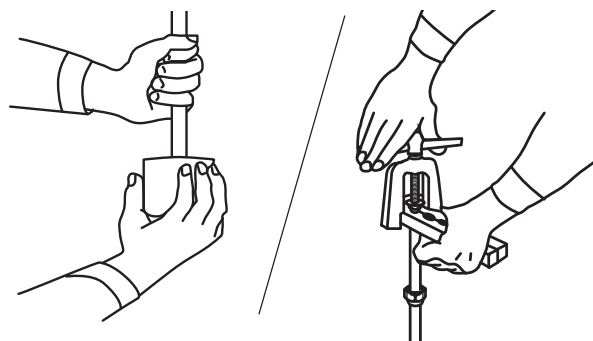

Figure 39 – Retrait des bavures
- c. Sertissez les extrémités du tuyau au moyen d'un outil de sertissage adéquat. L'extrémité sertie ne doit présenter aucune bavure ou imperfection. Les parois serties doivent être uniformes (consultez les figures 39 et 40).